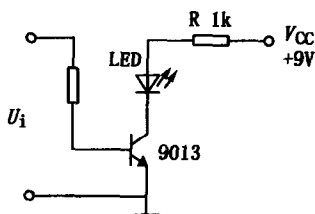

图 1-5 设置 LED 工作电流
(1) 设置发光二极管的工作电流。弱电设备中，控制电路动作后，要驱动发光二极管 LED 发光显示，如图 1-5 所示。驱动